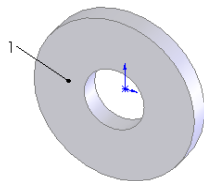

图 4-49 拉伸的实体
**06** 拉伸实体。在菜单栏中选择“插入”→“凸台/基体”→“拉伸”命令，将上一步绘制的草图拉伸为“深度”均为 10 的实体，结果如图 4-49 所示。
**07** 设置基准面。选择图 4-49 所示的面 1，然后单击“标准视图”工具栏中的“正视图”图标，将该面作为绘制图形的基准面。